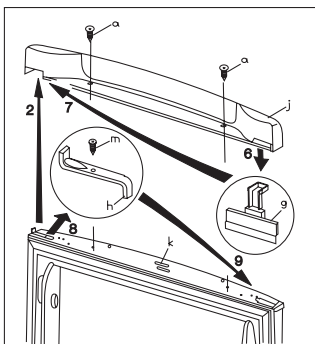

Рис. 2
- Открыть дверь холодильной камеры, снять верхнюю ограничительную планку (j), выкрутив 2 винта (a), затем закрыть дверь (рис. 2).
- Переставить заглушку (g) с одной стороны верхней ограничительной планки (2) на другую (рис. 2).
- Выкрутить винт (m), снять ограничитель хода двери (h) и установить в обратном порядке на другой стороне (рис. 2).
- Открыть дверь холодильной камеры, закрепить верхнюю ограничительную планку (j) при помощи двух винтов (a); проверить, утапливается ли магнит (k), а затем закрыть дверь (рис. 2).